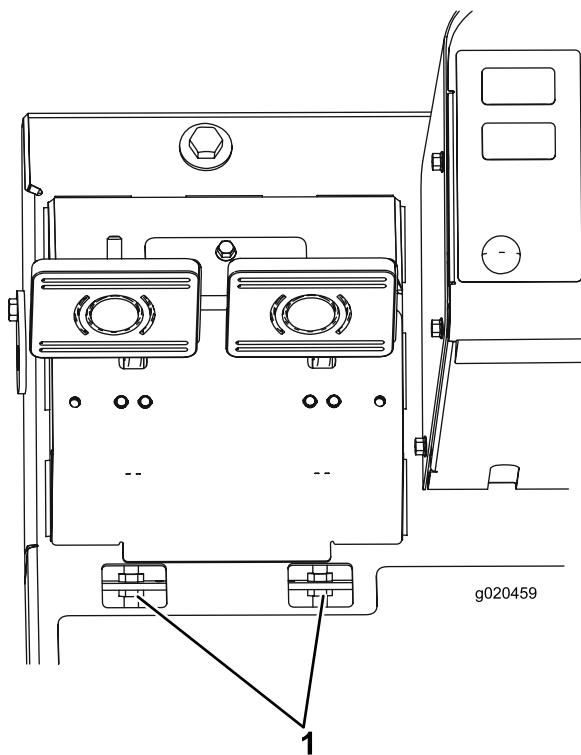

Figura 94
B. Desaperte a porca dianteira na extremidade roscada do cabo do travão (Figura 94).